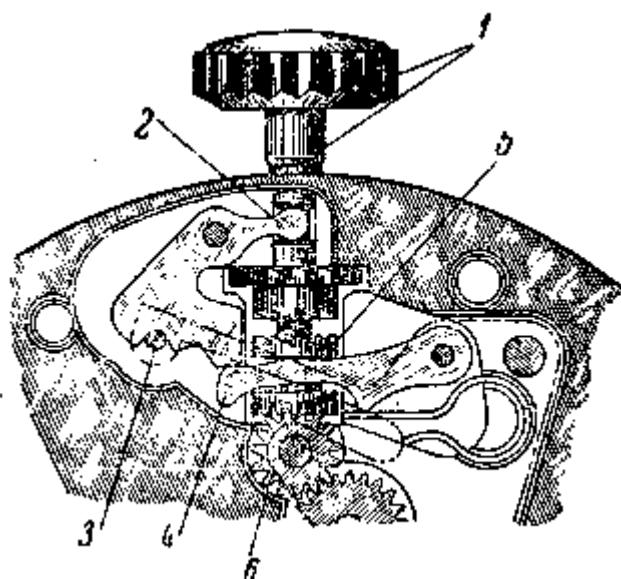

Рис. 31. Узел ремонтуара в положении перевода стрелок:
**Стрелочные колеса и ремонтунар во время перевода стрелок.** При вытягивании заводной головки (рис. 31) заводной валик 1 и переводной рычаг 2 перемещаются. Нижняя часть переводного рычага упирается своей второй канавкой в фиксатор 3, который не дает возможности переводному рычагу произвольно переходить из одного положения в другое без применения силы. Другим концом переводной рычаг упирается в заводной рычаг 4, который входит в паз кулачковой муфты 5. В этот момент прямые зубья кулачковой муфты 5 входят в зацепление с зубьями переводного колеса 6. При повороте заводной головки зубья кулачковой муфты врашают переводные колеса, которые поворачивают вексельное колесо и минутный триб с укрепленной на нем минутной стрелкой. Одновременно через триб вексельного колеса вращается часовое колесо, свободно сидящее на минутном трибе. На трубке часового колеса установлена часовая стрелка. Установив стрелки в надлежащем положении, надавливают на заводную головку и перемещают заводной валик в первоначальное положение.